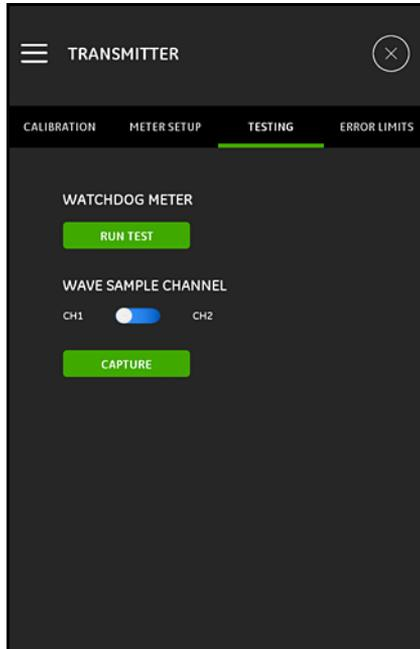

Figure 114 : le menu TESTING (TEST)
Le menu **TESTING (TEST)** (voir la *Figure 114* ci-dessous) sert à garantir le bon fonctionnement du PT900. Les tests suivants sont inclus :
1. Cliquez sur le bouton **RUN TEST** (EXÉCUTER LE TEST) dans le menu **TESTING** (TEST) (voir la *Figure 114* à la page 121).